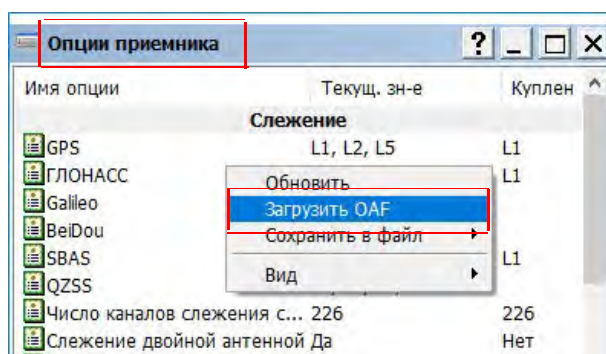

Рисунок 5-6: Клик правой кнопкой мыши и выбор Загрузки OAF
- Кликните правой кнопкой мыши в окне **Опции приемника** и выберите **Загрузить OAF** (Рисунок 5-6).